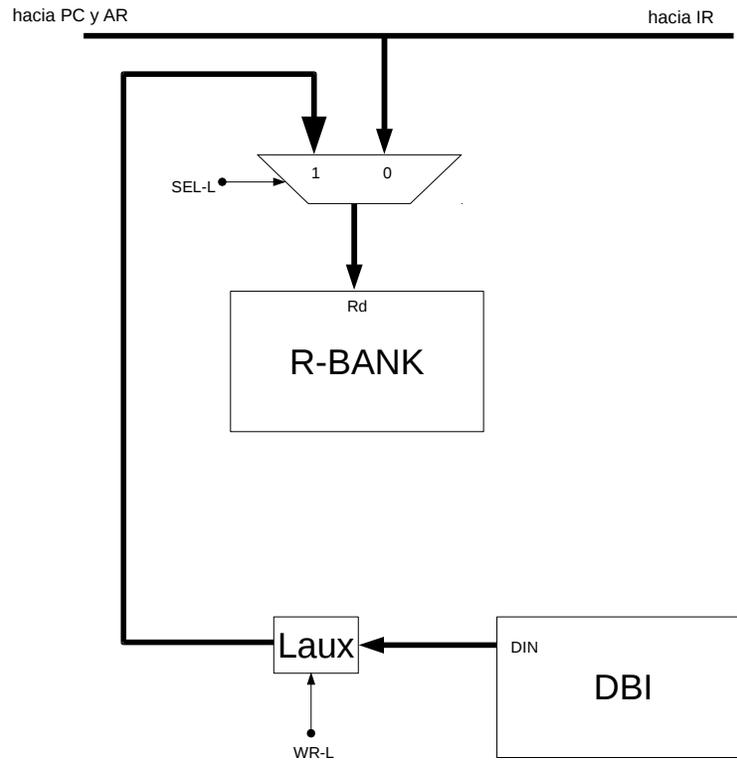

Figura 1: Modificación para implementar SWAP
2. Se propone un registro auxiliar para el valor temporal. Esto se muestra en la figura 1. Este registro es un latch, y almacenará el valor de $Mem[r_1 + \{imm|r_2\}]$, en el primer ciclo de ejecución de SWAP, y al ciclo siguiente, simultáneamente, poner el valor de Laux en r_1 y poner el valor de r_1 en $Mem[r_1 + \{imm|r_2\}]$. Además, para hacer el swap entre memoria y Laux, se propone un multiplexor en R-BANK, que elija entre la salida de Laux y el canal original de M32. El latch será controlado por la señal de control WR-L y el MUX será controlado por la señal SEL-L.